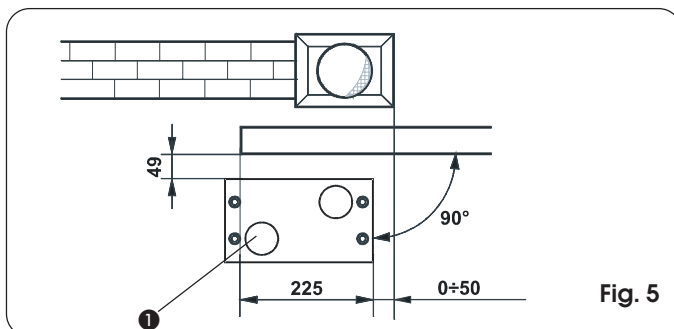
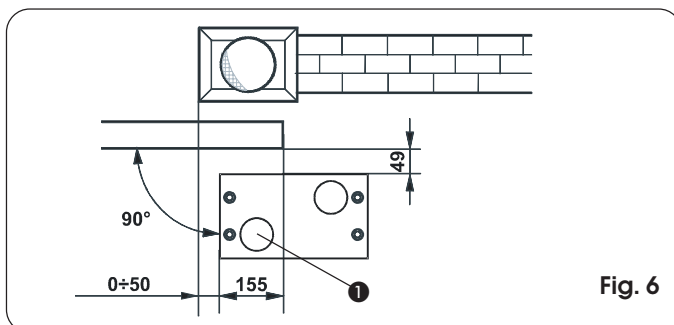

Fig. 5
Fig. 6
- 2) La plaque de fondation doit être positionnée d'après la Fig. 5 (fermeture à droite) ou la Fig. 6 (fermeture à gauche) pour garantir l'engrènement entre le pignon et la crémaillère.